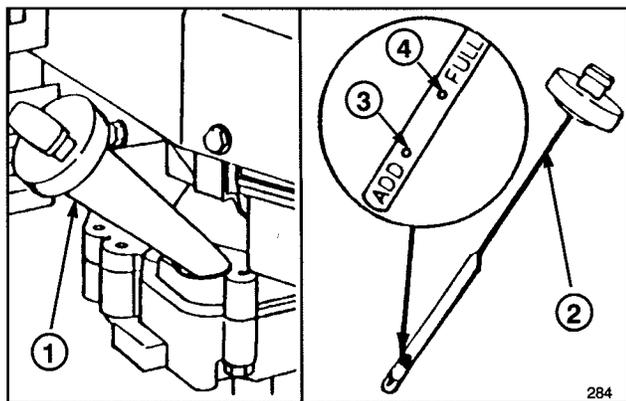

Abbildung 7
Vor jedem Gebrauch sicherstellen, daß sich der Ölstand zwischen VOLL und NACHFÜLLEN befindet (Abb. 7).
3. Den Ölmeßstab abwischen und in den Einfüllstutzen stecken. Die Verschlusskappe um eine Vierteldrehung drehen. Den Meßstab wieder herausziehen und den Ölstand prüfen (Abb. 7). Ist der Ölstand niedrig, den Ölstand nur bis zur VOLL-Markierung auffüllen. **NICHT ÜBER DIE VOLL-MARKIERUNG ANFÜLLEN, DENN DER MOTOR KÖNNTE BEIM STARTEN BESCHÄDIGT WERDEN; ÖL LANGSAM EINFÜLLEN.**